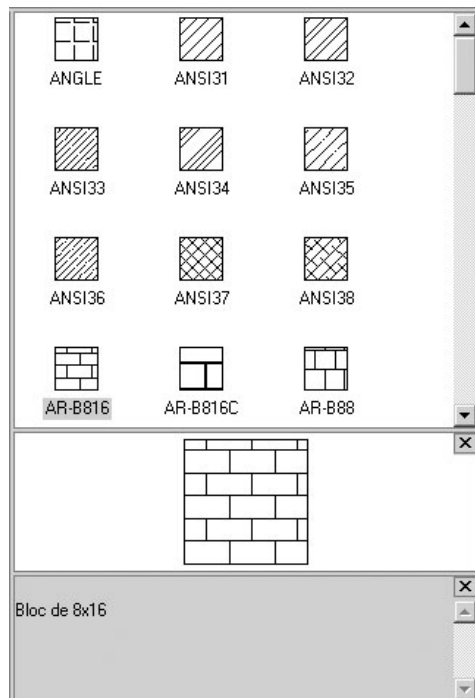

Fig.10.9
- 6 Cliquer deux fois sur le fichier de motif de hachures trouvé. Le fichier de motif de hachures sélectionné est chargé dans DesignCenter (fig.10.9).